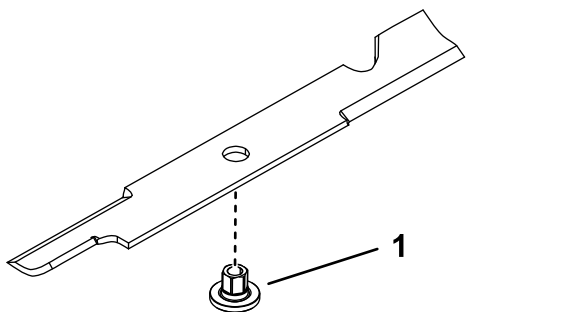

Figura 109
1. Montate la boccola attraverso la lama con la flangia della boccola sul lato inferiore (erba) della lama (Figura 109).